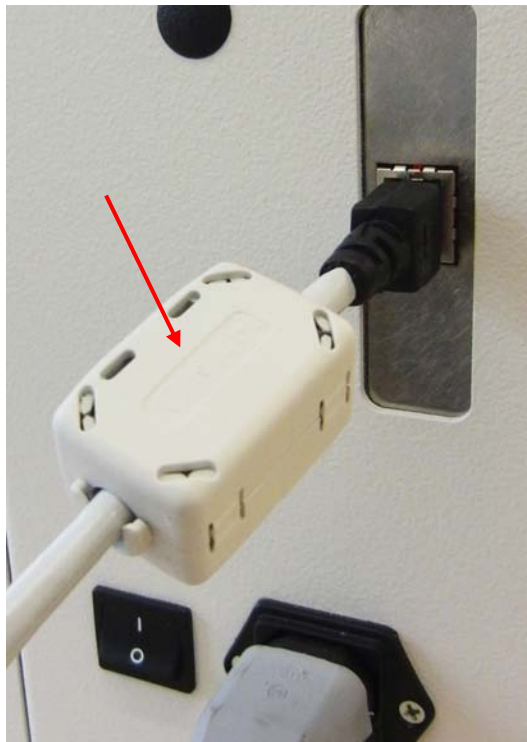

Abbildung 40: Ferritkern
- Bitte befestigen Sie den beigelegten Ferritkern (Teilenummer 9204150F) an dem Ende des Netzwirkables, welches am Drucker angeschlossen wird. Siehe Abbildung 40.